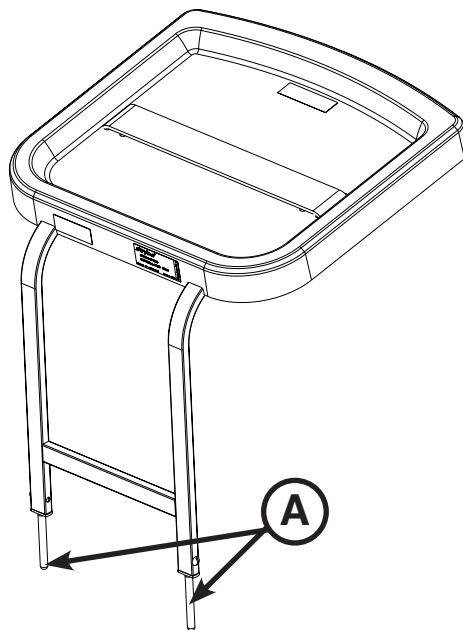

図9.1: 細動除去器トレー
細動除去器トレーを取り付けるには、図9.1に示すように細動除去器トレーのピン (A) をストレッチャーの足側にある足台ソケットに差し込みます。ストラップを使用して装置をトレーに固定します。